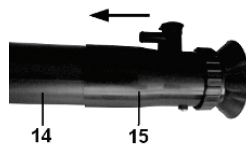

Fig. 9
Introduceți duza de pulverizare (15) în tubul de prelungire (14) până la refuz (Fig. 9).